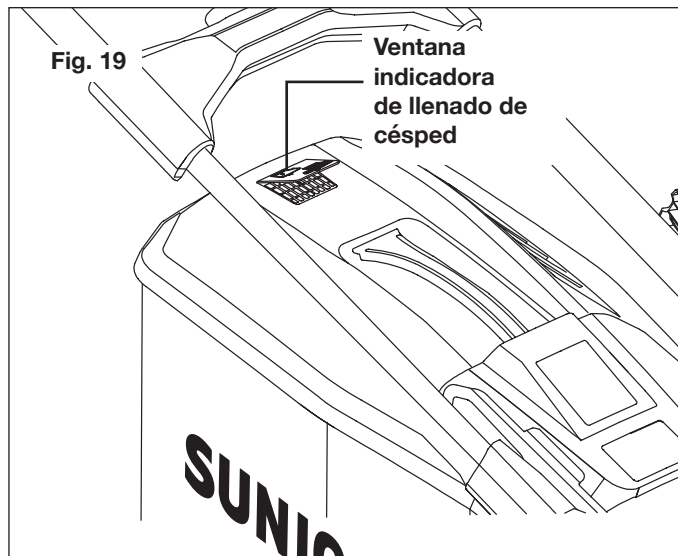

Fig. 19
1. La bolsa para césped está equipada con un indicador de nivel de llenado que se abre por el flujo de aire que la podadora genera durante la operación (Fig. 19).
2. Si la compuerta se cierra durante la poda, esto quiere decir que la bolsa de césped está llena y debe ser vaciada (Fig. 19).